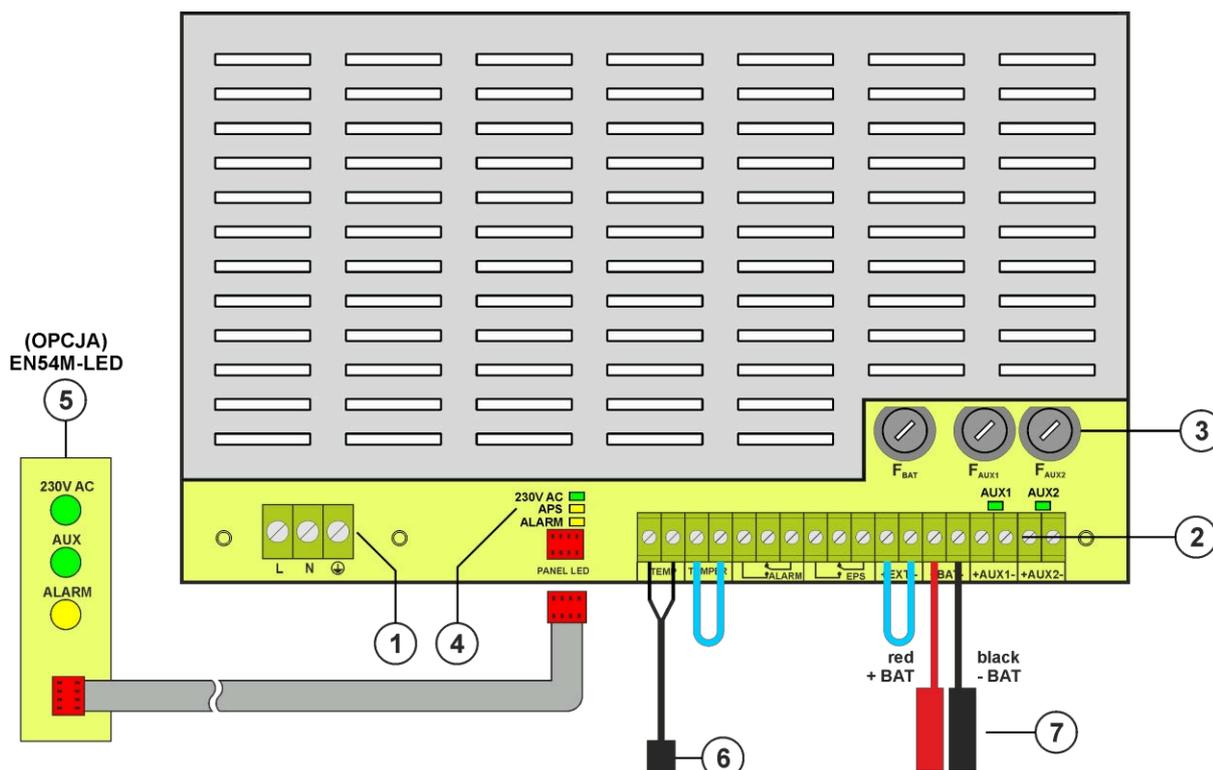

Fig. 2. Vue du module PSU.
Tableau 1. Éléments du module PSU (Fig. 2).
①	Connecteur d'alimentation 230 V avec une borne pour la connexion d'un conducteur de protection
②	<p>Terminaux :</p> <p>TEMP - entrée du capteur de température de la batterie</p> <p>TAMPER - entrée du micro-interrupteur d'autoprotection Entrée fermée = pas d'indication Entrée ouverte = alarme</p> <p>ALARME - Sortie technique en cas de défaillance collective de l'unité d'alimentation - type relais</p> <p>EPS - Sortie technique de l'indication de la défaillance de l'alimentation en courant alternatif ouvert = Défaut d'alimentation en courant alternatif fermé = Alimentation en courant alternatif - O.K.</p> <p>EXTi - entrée de défaillance externe Entrée fermée = pas d'indication Entrée ouverte = alarme</p> <p>+BAT- - pour le raccordement de la batterie</p> <p>+AUX1- - Sortie de puissance AUX1 (- AUX=GND)</p> <p>+AUX2- - Sortie de puissance AUX2 (- AUX=GND)</p> <p>ATTENTION ! Dans la figure 2, l'ensemble des contacts indique un état sans potentiel du relais, ce qui correspond à une coupure d'alimentation.</p>
③	<p>Fusibles :</p> <p>FBAT - fusible dans le circuit de la batterie, FAUX1 - fusible dans le circuit de sortie AUX1, FAUX2 - dans le circuit de sortie AUX2,</p> <p>Les valeurs des fusibles sont indiquées dans le tableau 4 - "Paramètres électriques".</p>
④	<p>LED - indication optique :</p> <p>230 V AC - tension dans le circuit 230 V AC</p> <p>APS - panne de batterie</p> <p>ALARME - défaillance collective</p> <p>AUX1 - Tension de sortie AUX1 (au connecteur AUX1)</p> <p>AUX2 - Tension de sortie AUX2 (au connecteur AUX2)</p>
⑤	PANEL LED - le panneau d'indication optique externe EN54M-LED
⑥	Capteur de température de la batterie
⑦	Connecteurs de batterie ; positif : +BAT = rouge, négatif : - BAT= noir
5. Installer les batteries dans un endroit prévu à cet effet dans le boîtier. Connectez les batteries à l'unité d'alimentation en veillant à respecter la polarité. Les batteries doivent être connectées en série à l'aide du câble spécial (inclus). Fixez le capteur de température à l'une des piles à l'aide du ruban adhésif de montage (inclus). Vissez le capteur de température aux bornes "Temp" de l'alimentation (figure 2, point 6). Insérez le capteur entre les piles.